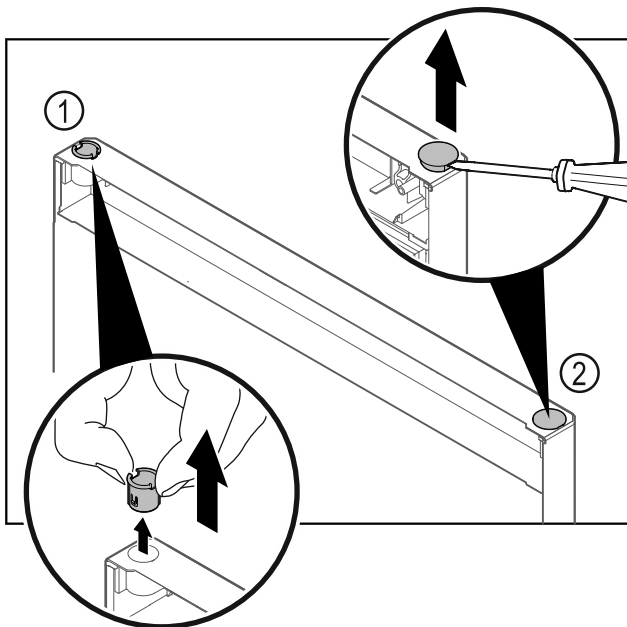

Fig. 27 Porte de la partie réfrigérateur
- Retirer la bague Fig. 27 (1) avec les doigts.
- Soulever délicatement le bouchon Fig. 27 (2) avec un tournevis plat et le retirer.